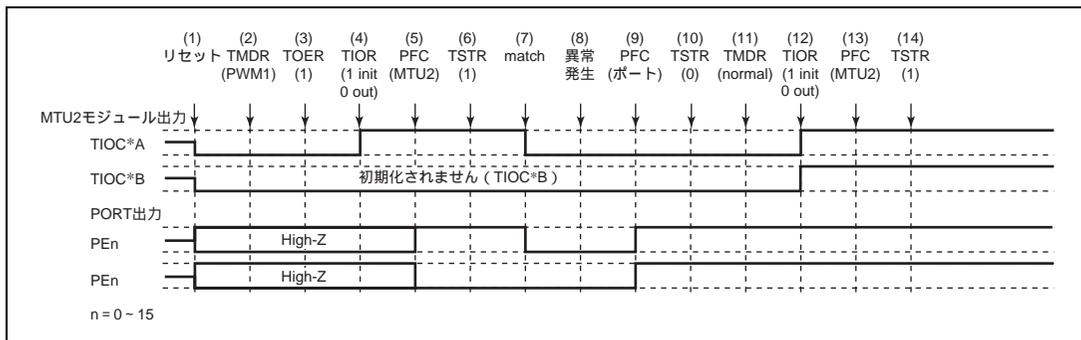

図 10.143 PWM モード 1 で異常が発生し、ノーマルモードで復帰する場合
PWM モード 1 で異常が発生し、再設定後ノーマルモードで再スタートする場合の説明図を図 10.143 に示します。
(1) ~ (10) は図 10.143 と共通です。
(11) PWM モード 1 で再スタートする場合には必要ありません。
(12) TIOR で端子を初期化してください (PWM モード 1 では TIOC*B 側は初期化されません)。
(13) PFC で MTU2 出力としてください。
(14) TSTR で再スタートします。
(11) PWM モード 2 を設定します。
(12) TIOR で端子を初期化してください (PWM モード 2 では周期レジスタの端子は初期化されません)。
(11) 位相計数モードを設定します。
(12) TIOR で端子を初期化してください。
(11) 波形生成部の初期化のためノーマルモードを設定してください。
(12) TIOR で PWM モード 1 の波形生成部を初期化してください。
(13) TIOR で PWM モード 1 の波形生成部の動作を禁止してください。
(14) TOER でチャンネル 3、4 の出力を禁止してください。
(15) TOCR で相補 PWM の出力レベルと周期出力の許可禁止を選択してください。
(16) 相補 PWM を設定します。
(17) TOER でチャンネル 3、4 の出力を許可してください。
(18) PFC で MTU2 出力としてください。
(19) TSTR で再スタートします。